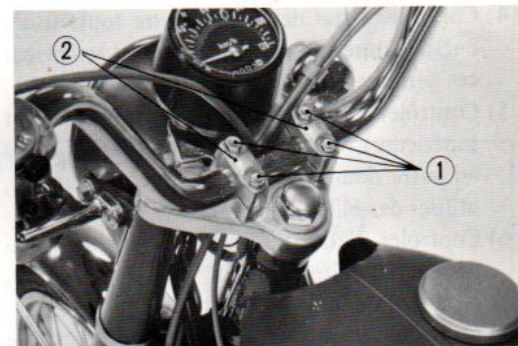

Fig 122
- 6) Dévisser les quatre boulons de 6mm et déposer les supports de guidon et le guidon. (Fig. 122)